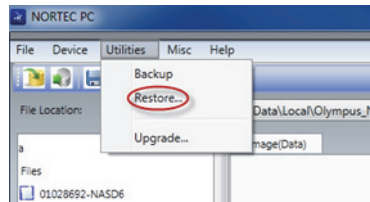

図 6-33 復元コマンド
3. NORTEC PC ソフトウェアの **Utilities**（ユーティリティ）メニューで、**Restore**（復元）を選択します（337 ページの図 6-33 を参照）。